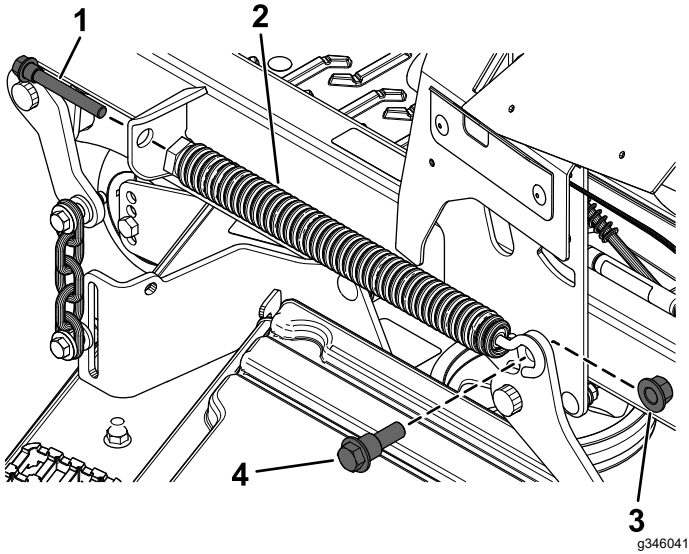

Figura 6
1. Remova o parafuso da mola que prende a frente da mola de elevação da plataforma (Figura 6).
2. Remova o parafuso com olhal e porca de bloqueio (1/2 pol.) que prende a traseira a mola de elevação da plataforma (Figura 6).
3. Remova a mola de elevação da plataforma (Figura 6).